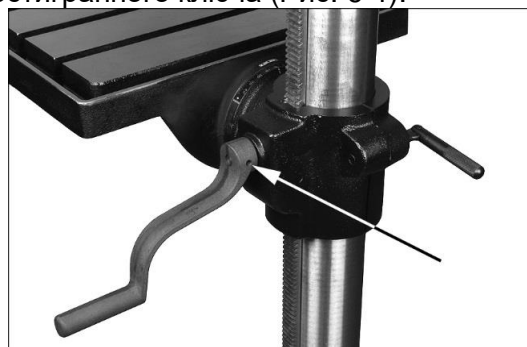

Рис. 6-1: установка изогнутой рукоятки
2. Установите изогнутую рукоятку на вал кронштейна стола и затяните установочный винт с помощью 3 мм шестигранного ключа (Рис. 6-1).